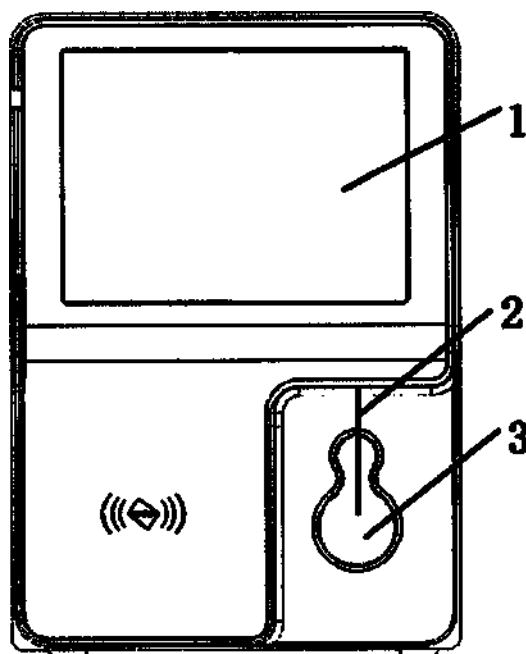

Рисунок 3-1 Вид анализатора спереди
3. Кнопка аспирации анализатора (см. Рисунок 3-1 Вид анализатора спереди) должна регулярно протираться спиртом (75%).